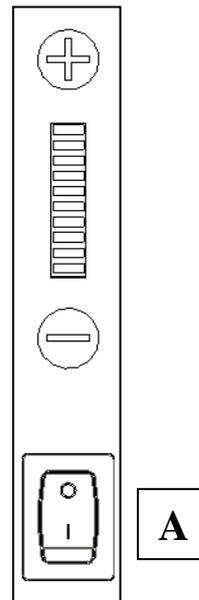
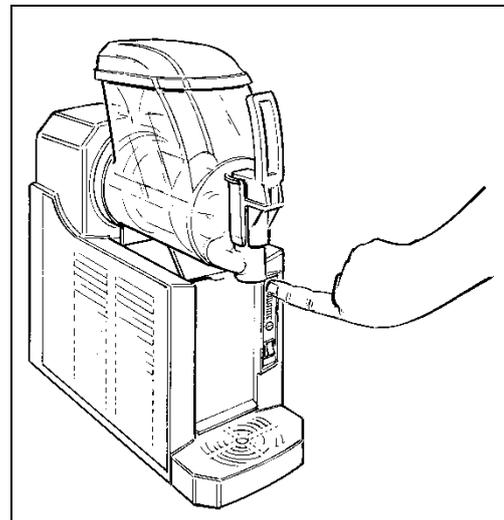

Fig. 24
Fig. 25
- Para activar el sistema frigorífico en modalidad de refrigeración y modificar la consistencia del producto, actúe en las teclas + y - de la botonera de mando (fig.25), actuando en el + se verá como aumentan los LEDs encendidos y en consecuencia su consistencia aumentará; en cambio actuando en el -, se verá como disminuyen los LEDs encendidos con la consiguiente disminución de la consistencia (fig.24).